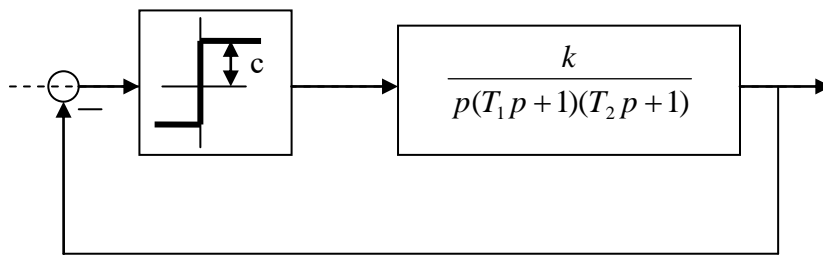

Рис. 1.
7. Структура амплитудно-импульсной системы приведена на рис. 1. Период $T=1$ с. Экстраполятор имеет передаточную функцию $H_{эк}(p) = \frac{1 - e^{-pT}}{p}$. Найти передаточную функцию разомкнутой и замкнутой импульсной системы.